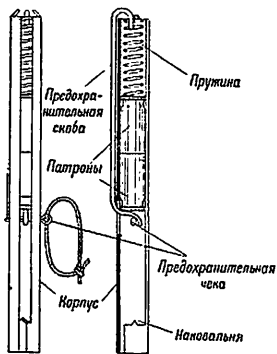

Рис. 6. Металлический воспламенитель.
17. Металлический воспламенитель (рис. 6) — трубка, в которой помещаются патроны с капсюлем-детонатором, наковальня и пружина с предохранительной чекой и скобой. Перед броском чеку вынимают, во время броска скоба освобождает пружину, которая посылает капсюль на наковальню, вследствие чего получается взрыв. Металлический воспламенитель закрепляется на бутылке шпагатом.